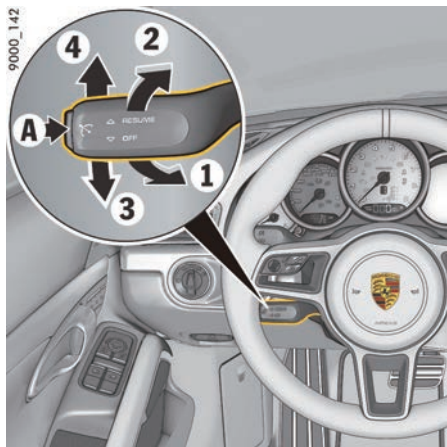

图 221: 巡航定速控制系统控制杆
- ▶ 要提高车速，请向前按下方向盘上的控制杆（图 221: 1）。
- ▶ 要降低车速，请向方向盘拉动控制杆（图 221: 2）。
- ▶ 向下按控制杆（图 221: 3）
- ▶ 向上按控制杆（图 221：4）。